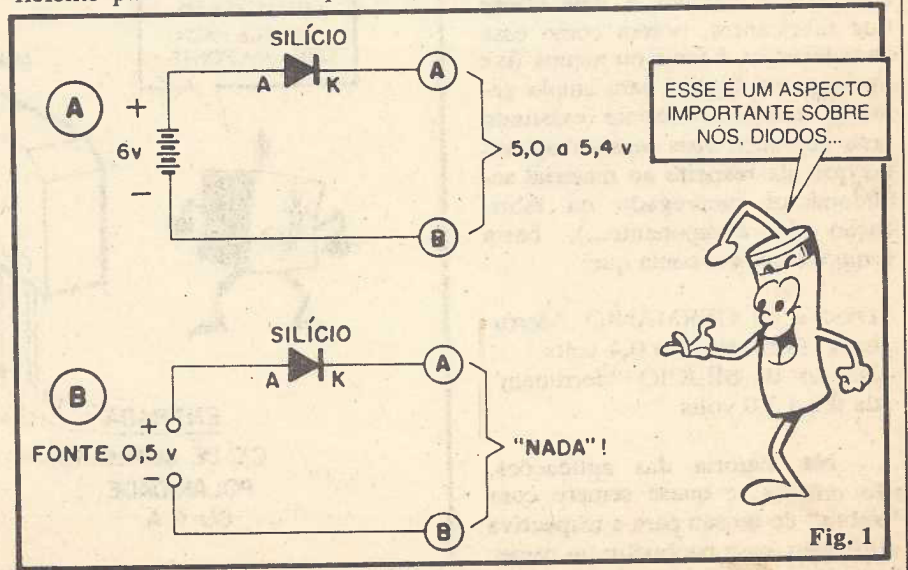

Fig. 1
- **FIG. 1** - Um diodo de silício, no percurso de uma corrente, determinará automaticamente uma "queda" de tensão entre 0,6 e 1,0 volts, devido ao seu parâmetro inerente VF. Assim, no caso ilustrado em 1-A, um conjunto de 4 pilhas, perfazendo 6 volts totais, tem seus terminais aplicados a uma utilização qualquer, via diodo de silício, fazendo com que a tensão real disponível nos pontos A-B fique entre 5,0 e 5,4 volts (e NÃO os 6 volts que eram de se esperar, uma vez que o dito está polarizado no sentido **direto**...). O caso mostrado em 1-B é ainda mais "sugestivo": uma fonte de tensão capaz de fornecer 0,5 volts, aplicada a uma utilização qualquer, através de um diodo de silício, simplesmente não consegue "vencer" a queda de tensão natural do diodo (entre 0,6 e 1,0 volts) e assim "nada passa" aos pontos A-B (o diodo, no caso, mesmo polarizado em sentido direto, funciona como um isolador absoluto, igualzinho ele estivesse polarizado inversamente...!).
rística pode até ser "esquecido". Já em alguns casos mais específicos (exemplo da fig. 1-B...) a "coisa" torna-se importante, e deve ser considerada...